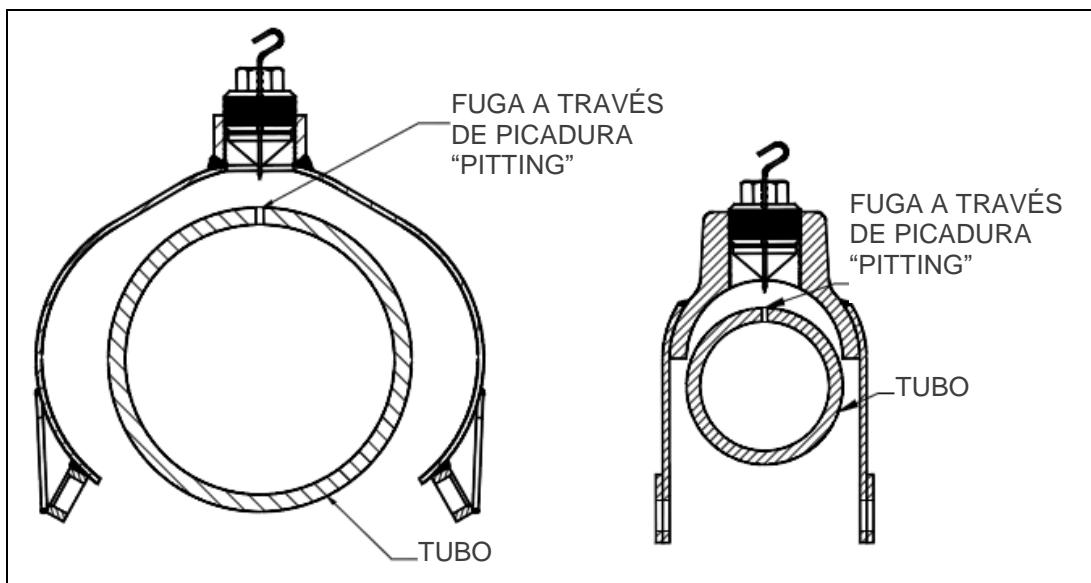

Figura 2
- Retire el perno de sujeción de los orificios ranurados en la parte inferior de la abrazadera "PLIDCO Smith+Clamp" y extienda la abrazadera "PLIDCO Smith+Clamp" para poder ensamblarla alrededor de la tubería, como se muestra en la Figura 2.